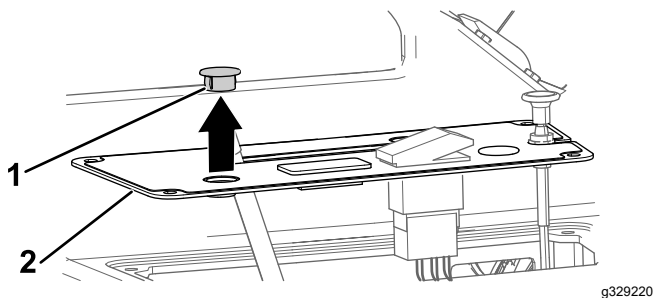

Bild 4
2. Entfernen Sie die runde Blende von der Armaturenbrettpackung (Bild 4).